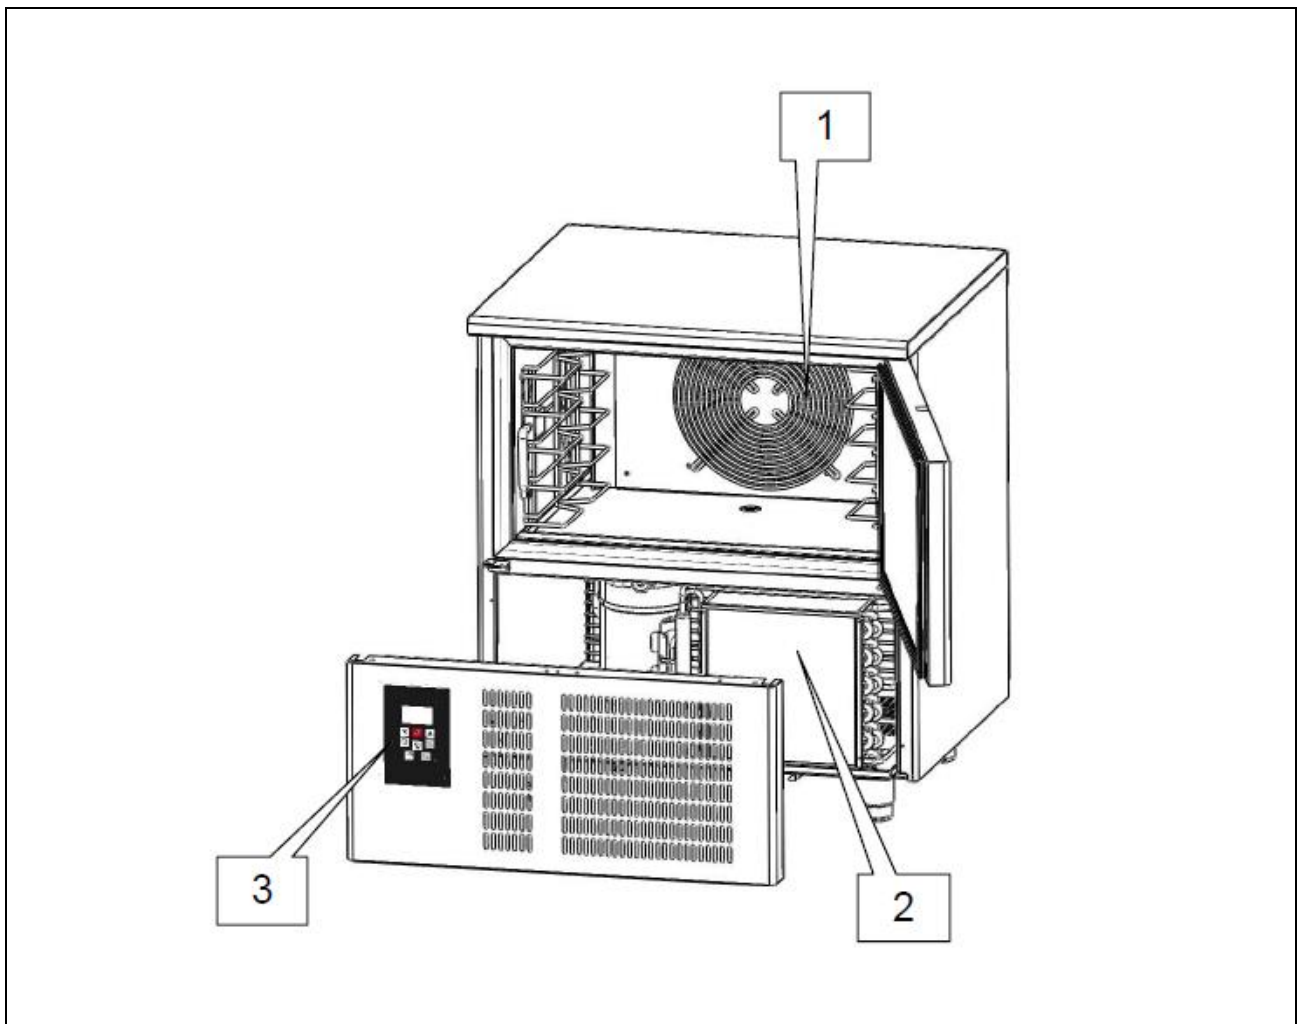

Abb. 3
- Kondensatoreinheit (Ref. 2, Abb. 3);
- Verdampferinheit (Ref. 1, Abb. 3);
- Bedienungsfeld (Ref. 3, Abb. 3)